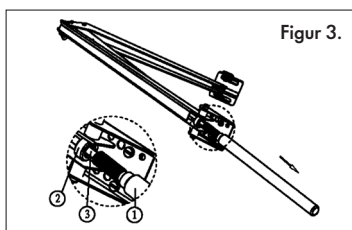

Figur 1.
- 2 Montera det första spännidonet (11) löst i fönsterbeslaget med skruvarna som finns i förpackningen (12). Montera det andra spännidonet löst i karmbeslaget (10). Se figur 1.